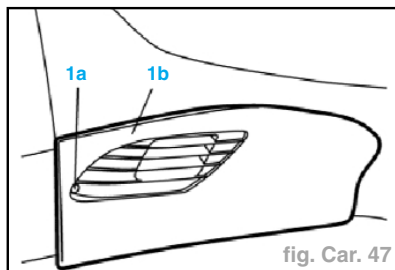

fig. Car. 47
- Dévisser la vis de fixation (1a) et enlever de son siège la fermeture latérale de la console (1b) (fig. Car. 47).